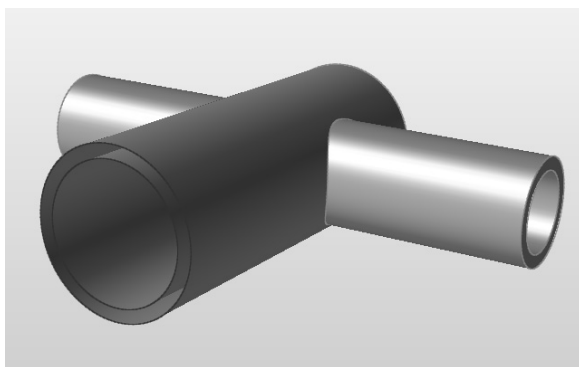

图 14-19
8) 再次单击即可删除该面, 如图 14-19 所示。删除后, 该实体零件即变成一个曲面, 属性编辑器中会显示面积, 而非体积。